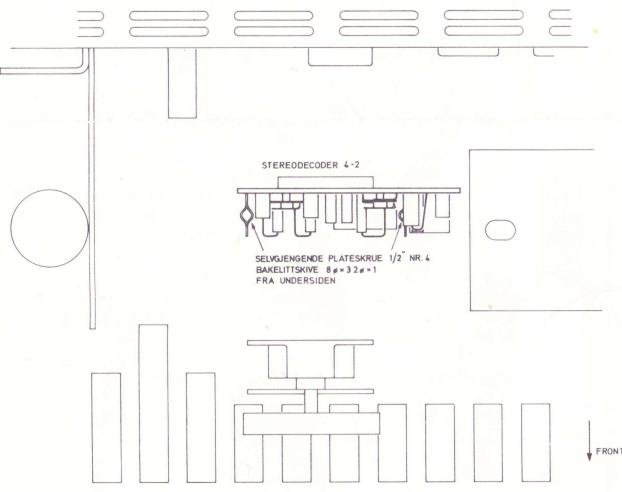

Fig. 1. Montering av stereodekoder 4-2 i Hi-Fi FM.
2. Trekk ut ekvivalentkortet og monter dekoderen som vist i fig. 1 (Hi-Fi FM) eller fig. 2 (SS-11). Legg isolasjonskivene mellom skruenhodene og hovedplatenes folieside og fest med to skruer fra TK-platens folieside.